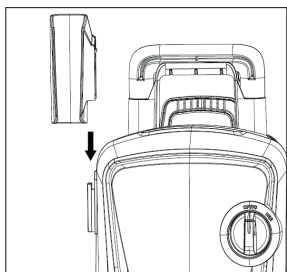

Рис. 3
2. Сдвиньте спусковой крючок держателя пистолета. Рис. 3